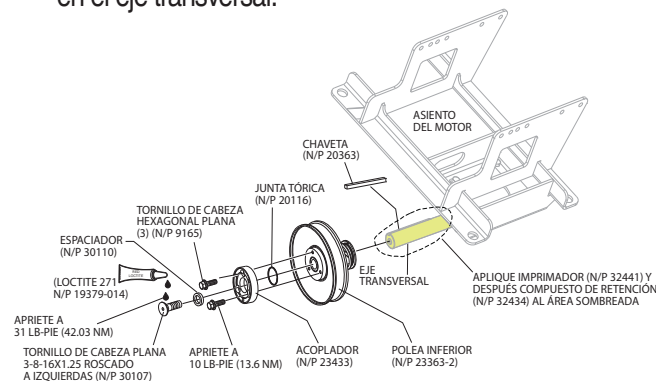

Figura 16. Instalación de la polea inferior
Consulte la Figura 16.
1. Aplique imprimador (Loctite 7649, N/P 32441) en el eje transversal y chavetero en el área sombreada mostrada en la Figura 16.